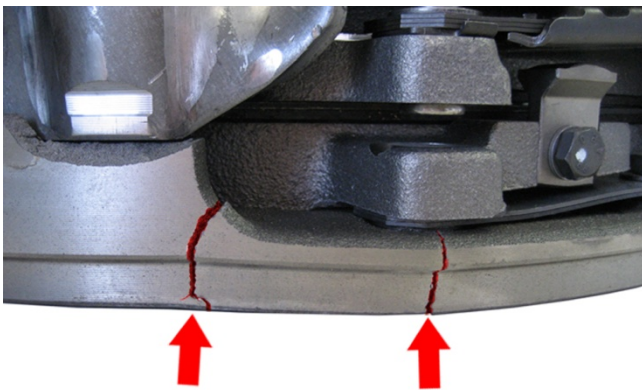
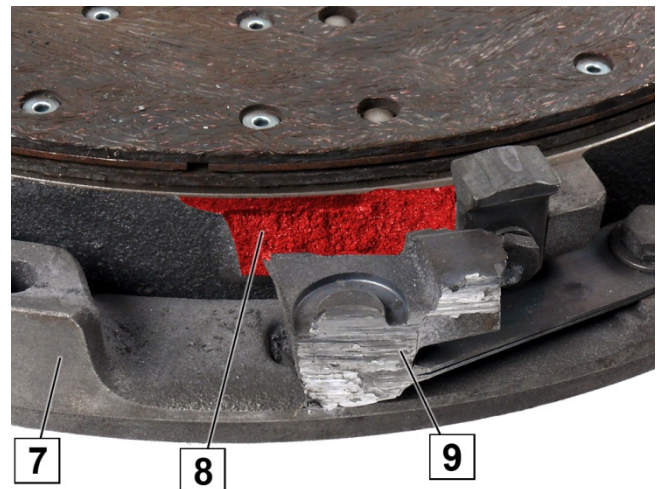

Fig. 2: Mellomring brukket
Fig. 3: Mellomring, øye brukket og slepet ned på drivklokke
Ikke monter dobbeltskivekoplinger med brukket mellomring (fig. 2). Den brukne mellomringen fører til vanskeligheter ved skilling. Det brukne øyet (9) til mellomringen (7) beveger seg utover pga. sentrifugalkraften og skader eller ødelegger drivklokken (fig. 3).
- Kontroller mellomringen (7) for bruddsteder (fig. 2).
- Kontroller mellomringen (7) bak øynene (6) for skade.